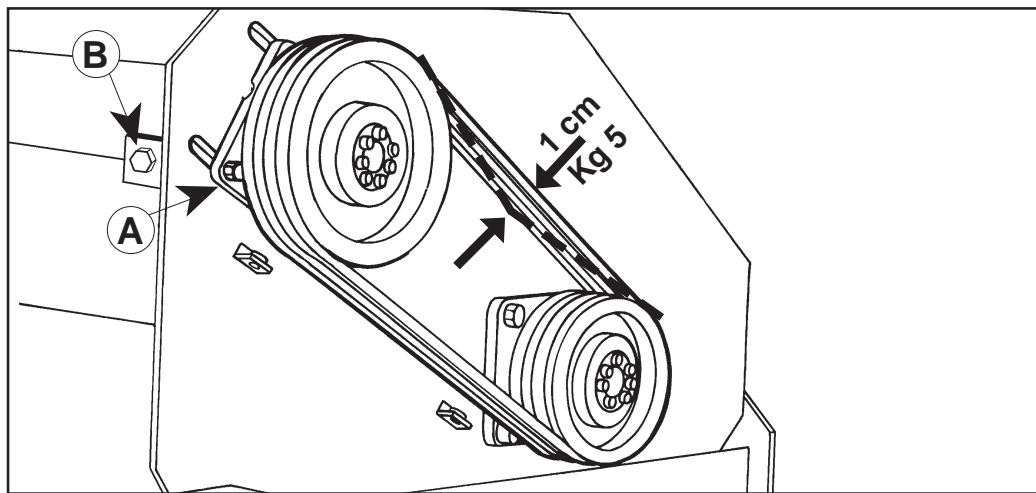
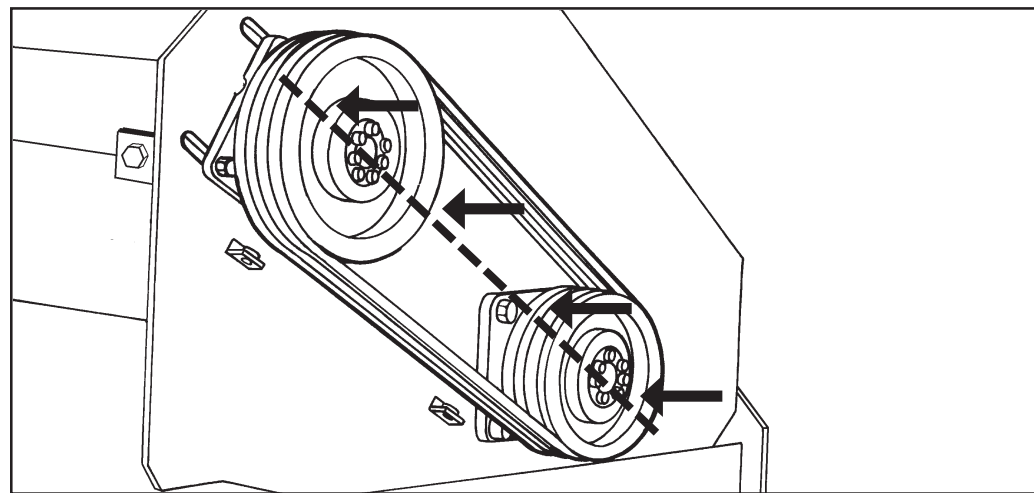

Fig. 18
Fig. 19
- A cinghie tensionate (Fig. 18) controllare l'allineamento delle pulegge (Fig. 19).
- Check the pulley alignment (Fig. 18) once the belts have been tightened (Fig. 19).
- Wenn die Riemen richtig gespannt sind (Abb. 18), prüfen, daß die Riemenscheiben gut ausgerichtet sind (Abb. 19).
- Une fois les courroies tendues (Fig. 18), contrôler l'alignement des poulies (Fig. 19);
- Con las correas tensas (Fig. 18), controlar la alineación de las poleas (Fig. 19).
- Premendo su ogni singola cinghia con una forza di 5 Kg, lo spostamento della stessa non deve superare un massimo di 1 cm (Fig. 18).
- Allentare le quattro viti che fissano il supporto puleggia superiore (A Fig. 18);
- Con apposita chiave, avvitare la vite di registro (B Fig. 18), fintantochè non si raggiunge la corretta tensione delle cinghie;
- When pressing on each single belt with a 5 Kg force, it should not give for more than 1 cm (Fig. 18).
- Loosen the 4 screws fastening the upper pulley support (A Fig. 18).
- With the appropriate wrench, screw the regulating screw (B Fig. 18) until the correct belt tension is reached.
- Bei Druck auf den Riemen, mit einer Kraft von 5 kg dürfen sich diese nur um höchstens 1 cm verstellen (Abb. 18).
- Die vier Schrauben, die die obere Riemenhalterung befestigen, lockern (A Abb. 18).
- Mit dem dafür vorgesehenen Schlüssel die Einstellschraube (B Abb. 18) festziehen, bis die korrekte Riemen-Spannung erreicht wird.
- En appuyant sur chaque courroie, avec une force de 5 Kg, celles-ci ne doivent pas se déplacer de plus de 1 cm au maximum (Fig. 18).
- Desserrer les quatre vis qui fixent le support de la poulie supérieure (A Fig. 18);
- A l'aide d'une clé prévue à cet effet, visser la vis de réglage (B Fig. 18), pour atteindre la tension correcte des courroies;
- Al apretar cada una de las correas, con una fuerza de 5 Kg, el desplazamiento de las mismas no tiene que ser mayor de 1 cm. (Fig. 18).
- Afloje los cuatro tornillos que sujetan el soporte de la polea superior (A Fig. 18).
- Enrosque el tornillo de regulación (B Fig. 18) con la llave correspondiente, hasta alcanzar la correcta tensión de las correas.
Premere sulla cinghia, nella zona centrale fra le due pulegge, con una forza di 5 Kg, la forza deve provocare una deformazione sulla singola cinghia di 1 cm (Fig. 18).
È consigliabile a tal proposito, munirsi di una riga metallica di lunghezza adeguata, e appoggiandola sui bordi delle due pulegge (vedere linea tratteggiata Fig. 19), la stessa deve toccare tutti e quattro i bordi delle pulegge stesse.
Press on the middle part of the belt between the two pulleys with a 5 Kg force. Each belt should give 1 cm (Fig. 18).
In this respect we recommend placing an adequately long metallic ruler on the edges of the two pulleys (see broken line Fig. 19).
Im mittleren Abschnitt zwischen den beiden Riemenscheiben mit einer Kraft von 5 kg auf den Riemen drücken. Der einzelnen Riemen muß sich um 1 cm eindrücken lassen (Abb. 18).
Es empfiehlt sich daher, einen Metallstab von geeigneter Länge auf die Ränder der beiden Scheiben aufzulegen (siehe Strichlinie Abb. 19), wobei dieser den Umfang der Scheiben an jeweils zwei Punkten berühren muß.
Appuyer sur la courroie, dans la zone centrale entre les deux poulies, en exerçant une force de 5 kg. La force exercée doit provoquer une déformation sur la courroie concernée de 1 cm (Fig. 18). A ce sujet, il est conseillé de se munir d'une règle en métal ayant une longueur appropriée. En la posant sur les bords des deux poulies (voir ligne en pointillé Fig. 19), cette règle doit toucher les quatre bords des poulies.
La fuerza debe provocar una deformación de 1 cm (Fig.18) en cada correa. Para tal fin, es aconsejable utilizar una regla metálica con una longitud adecuada y apoyarla sobre los bordes de las dos poleas (véase línea punteada Fig. 19), la misma tiene que tocar los cuatro bordes de las poleas.